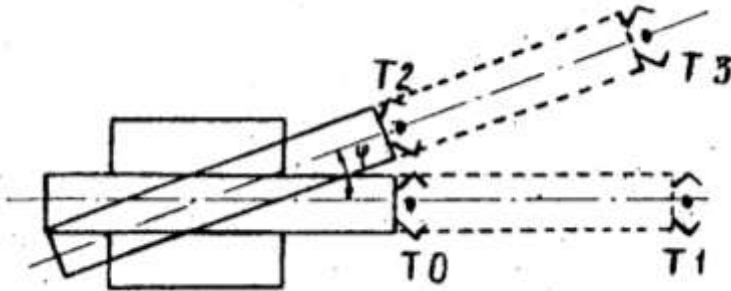

Рис. 1.1. План-схема роботи робота ЦПР-1П
7. Виконати рисунок план-схеми роботи робота (рис. 1.1) і побудувати циклограму.